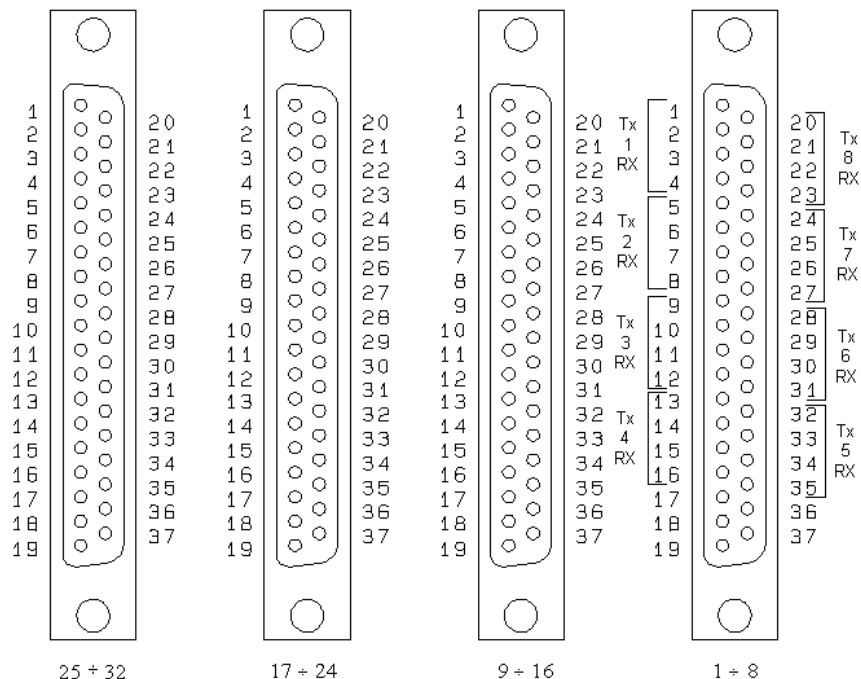

Figura 6
- 4 connettori a vaschetta 37 poli per la connessione alla linea (figura 6 per le connessioni).